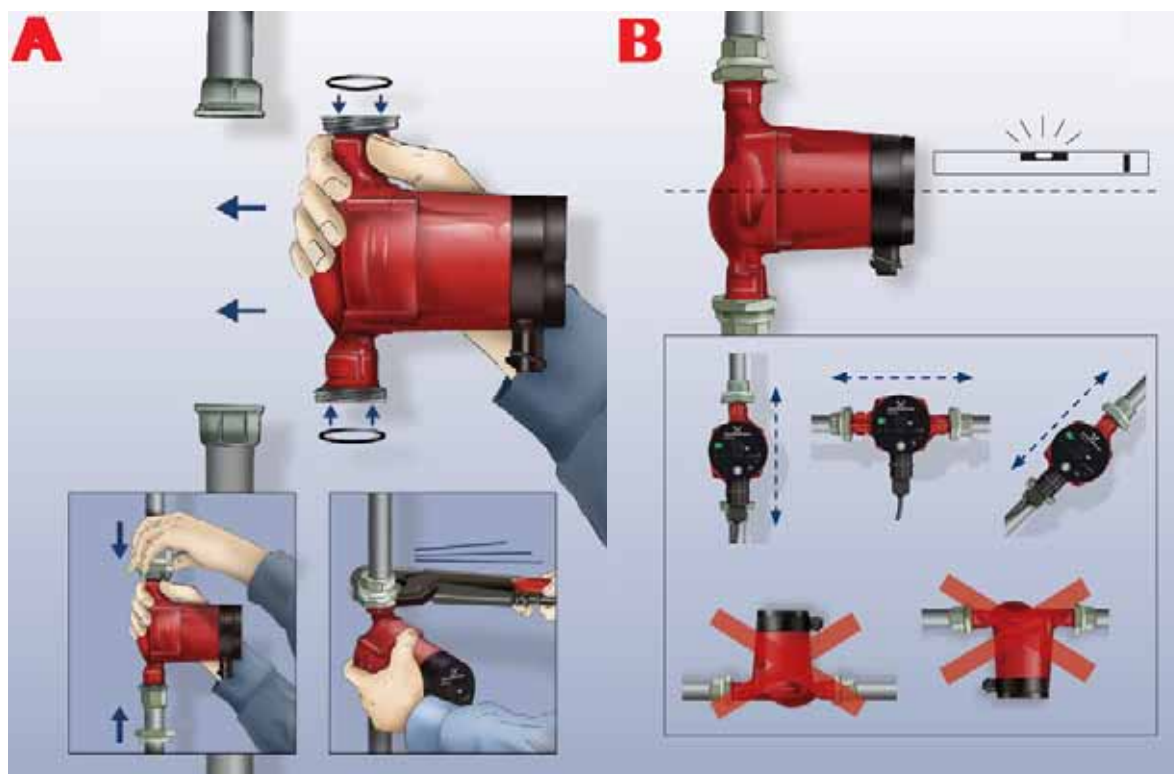

Рис. 3 Монтаж GRUNDFOS ALPHA2
1. После того как насос будет смонтирован в трубопроводе, установите две прокладки, поставляемые с насосом. Смотрите рис. 3, поз. А.
2. Установите насос так, чтобы вал электродвигателя находился горизонтально. Смотрите рис. 3, поз. В.